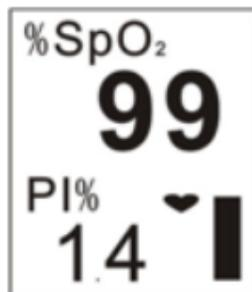

Abbildung 7
7. Wenn der Bildschirm wie in Abbildung 6 dargestellt angezeigt wird, drücken Sie die Display-Taste mit kreisförmigen Bewegungen. Der Bildschirm wechselt zwischen den beiden Bildschirmen (siehe Abbildung 6 und Abbildung 7) und die vier Richtungen werden abwechselnd angezeigt.
- 8 Der Anzegebildschirm (wie in Abbildung 6 oder Abbildung 7 gezeigt) kehrt zu dem in Abbildung 4 oder Abbildung 5 gezeigten Bildschirm zurück, wenn der Vorgang nicht innerhalb von 10 Sekunden ausgeführt wird.